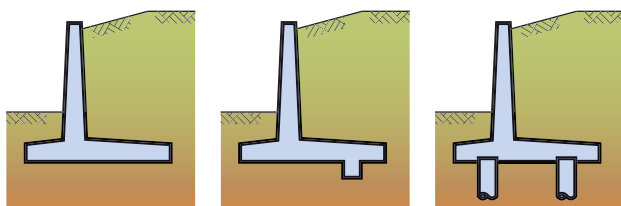

図2 擁壁の支持形式(逆T型の例)
- ・鉛直荷重に対しては地盤による支持のほか、杭支持(通常配置・千鳥配置)の擁壁も扱います。ただし杭頭の固定度の考慮、杭体の支持力や水平耐力の計算、杭体の断面計算は行っておりませんので、別途検討が必要です。(図2)